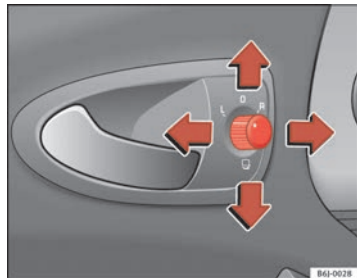

Fig. 64 Regolazione degli specchi retrovisori esterni
1. In primo luogo, ruotare la manopola ⇒ **fig. 64** portandola nella posizione **L** (**specchietto esterno sinistro**).
- Per far ripiegare su se stessi gli specchietti esterni si deve ruotare la manopola ⇒ **fig. 64** portandola nella posizione . Si consiglia di richiudere sempre gli specchietti esterni quando si porta il veicolo all'autolavaggio, altrimenti potrebbero danneggiarsi.